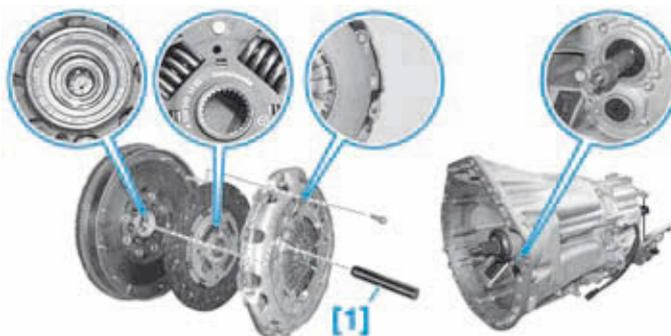

FIG. 1
- [1]. Centreur de disque approprié (Fig.1).
- Positionner le disque sur le volant moteur à l'aide de l'outil [1] (Fig.1).